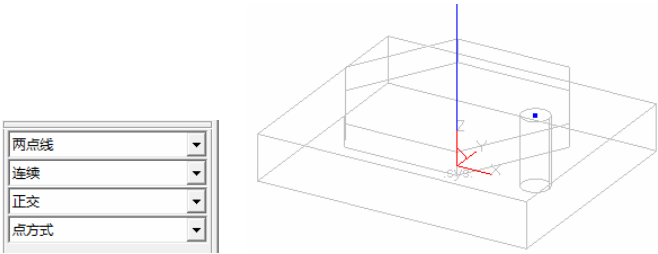

图 8-129 绘制直线
1) 选择下拉菜单“ 造型 ”→“ 曲线生成 ”→“ 直线 ”命令，或者单击“ 曲线生成栏 ”工具栏上的“ 直线 ”按钮，在立即菜单中选取“ 两点线 ”方式，捕捉原点，绘制一条任意长的直线，如图 8-129 所示。